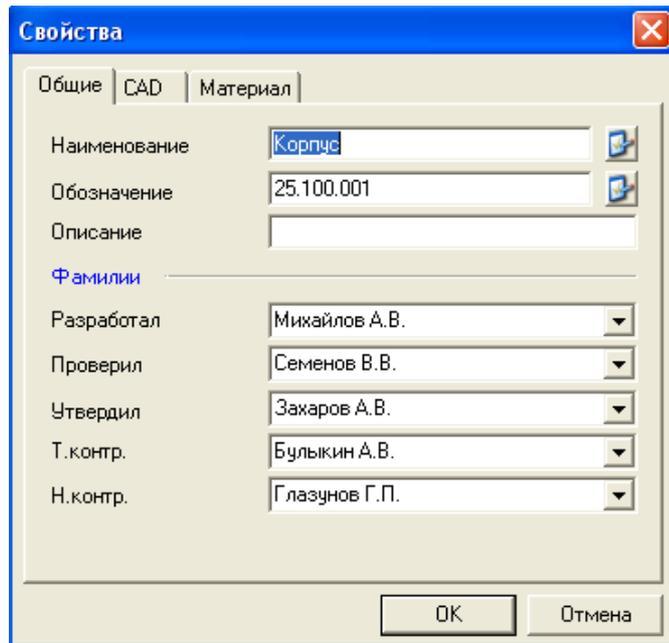

Рис. 2.35 Пример заполнения закладки
2. В открывшемся меню «Свойства» заполните поля диалога в закладках «Общие», «CAD» и «Материал» и нажмите «ОК». На рис. 2.35 показан пример заполнения закладки «Общие».